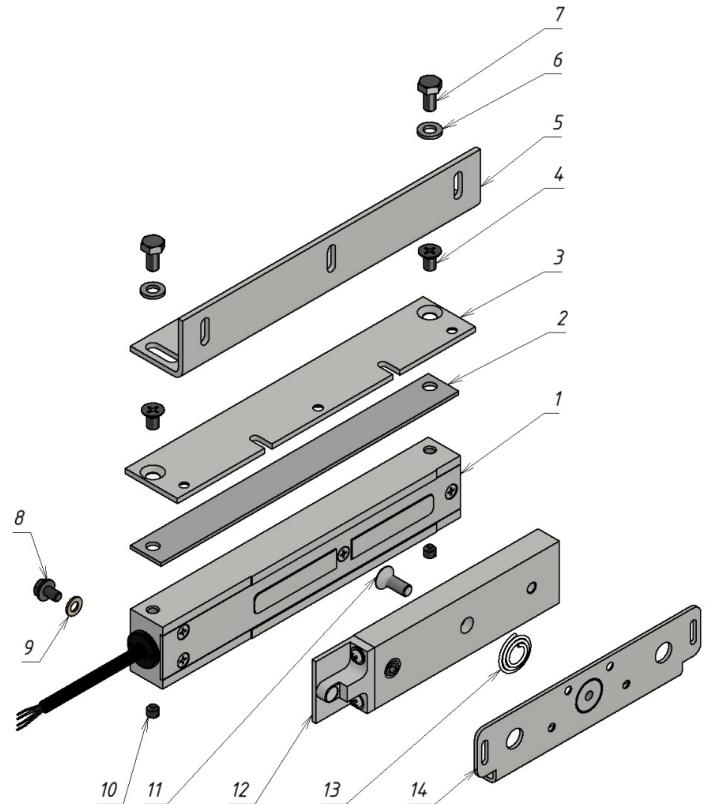

Рисунок 1 – Комплект поставки
4.1 В комплект поставки замка входят (рисунок 1):
Замок состоит из корпусной части и якорной части (рисунок 1). Для обеспечения эксплуатационных характеристик рабочие поверхности корпуса и якоря должны быть совмещены и плотно прилегать друг к другу при закрывании двери.
Корпус замка может крепиться при помощи угольника (5) или через монтажную пластину (3) (рисунок 1). Если позволяет конструкция места монтажа, допускается крепление непосредственно через крепежные отверстия в корпусе замка (резьба M6), длина винтов в этом случае определяется по месту, при этом в тело корпуса винты должны входить не более чем на 8мм.
- без отверстий в двери, с помощью монтажной пластины крепления якоря (12) (рисунок 1).